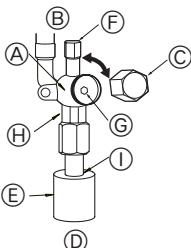

Fig. 4-6
- ② Stop valfinin tamamen açık olduğundan emin olun ve başlığı çevirerek tekrar ilk konumuna getirin.
(2) P100-P140 modellerinin sıvı tarafı (Fig. 4-6)
- ① Başlığı çıkarın ve 4 mm'lik bir altigen somun anahtarıyla vana çubuğu gidebileceği yere kadar saat yönünün tersine döndürün. Tampona dayanınca döndürmeye son verin.